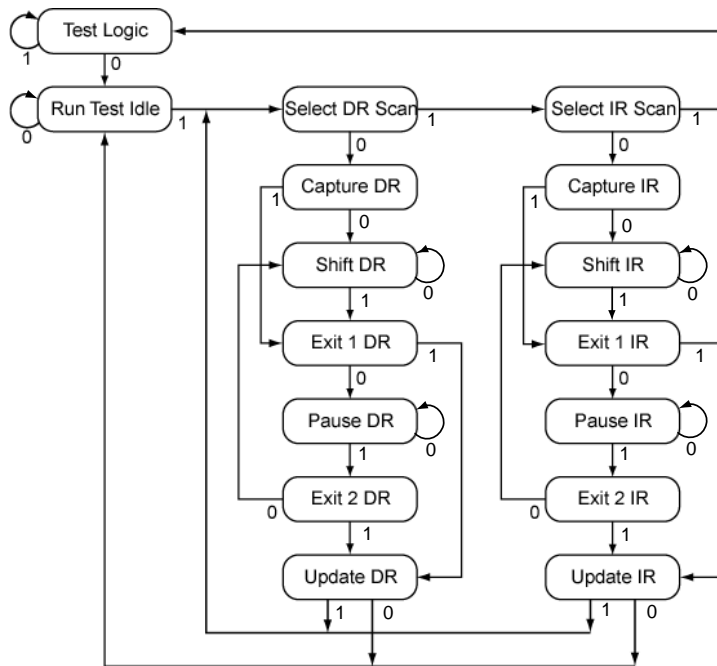

图 5.2 测试访问端口状态机
将 TMS 设为高电平并维持 5 个连续的 TCK 周期将驱使 TAP 控制器状态机进入 Test-Logic-Reset (测试逻辑复位) 状态。TAP 控制器进入 Test-Logic-Reset 状态时, JTAG 指令寄存器 (IR) 复位到默认指令 IDCODE。因此, 可将该时序当成一种复位机制来使用, 其效果与将 $\overline{\text{TRST}}$ 信号变有效相似。通过 图 5.2, 我们可以完整地了解 JTAG 测试访问端口的状态机。
JTAG TAP控制器状态机如图 5.2 所示。TAP控制器状态机在上电复位 (POR) 或 $\overline{\text{TRST}}$ 信号生效时复位到 Test-Logic-Reset 状态。在正确的时序信号被发送到 TMS 管脚时，JTAG 模块可以移入新指令或移入数据，或者在扩展的测试序列期间变空闲。要详细了解有关 TAP 控制器功能的信息和发生在每个状态的操作，请参考“IEEE 标准 1149.1”。